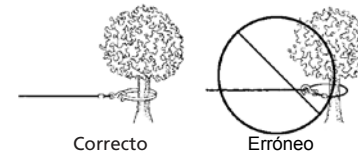

Figura 4
- NUNCA ENGANCHE EL CABLE METÁLICO EN SÍ MISMO porque podría dañar el cable mismo. Use un estrobo de nailon (figura 4).